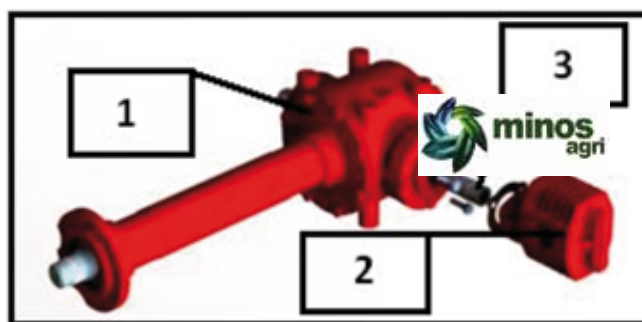

Figura 22
- Se debe quitar el buje de conexión intermedia de la bomba (3) ubicado entre la transmisión (1) y la bomba (2) que se muestra en la Figura 22, y se debe volver a conectar la transmisión y la bomba entre sí. De lo contrario, la bomba puede sobrecalentarse y causar daños físicos.